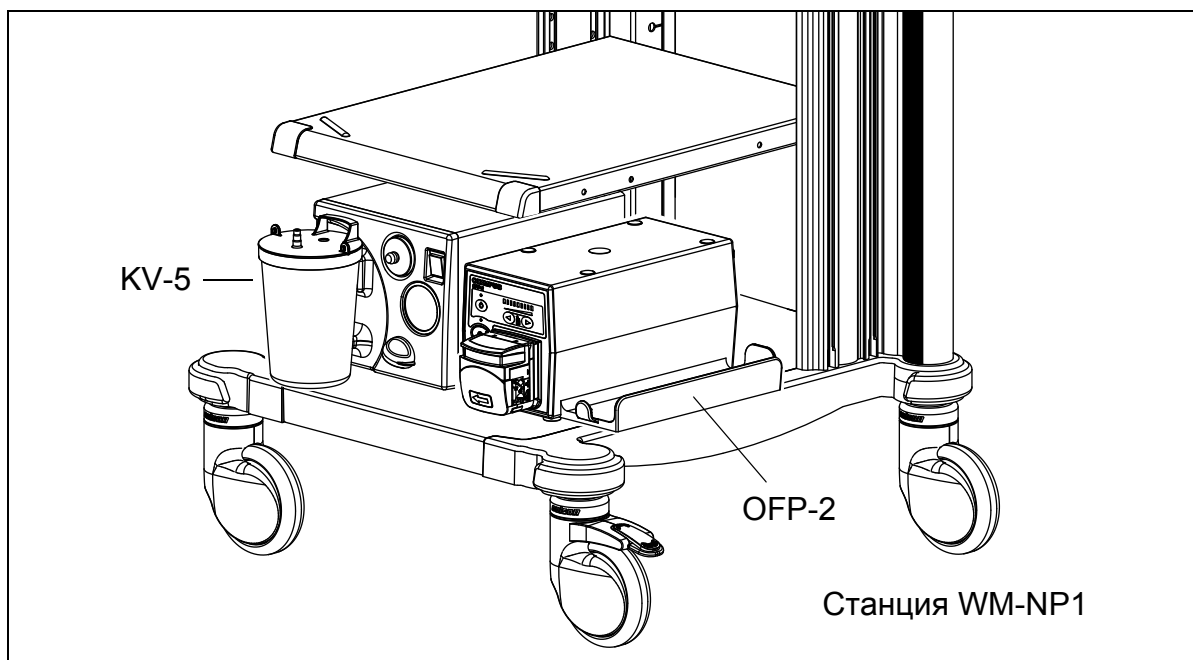

Рис. 3.1.
3. Сверяясь с Рис. 3.1., поместите OFP-2 на нижнюю полку мобильной рабочей станции с правой стороны, оставив место для аспиратора слева.